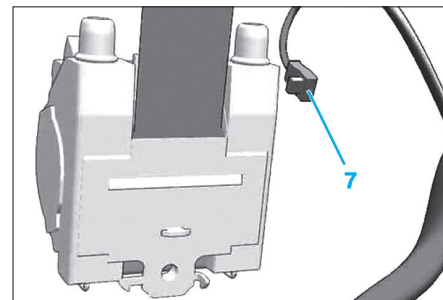

Fig. 23
- Déverrouiller puis débrancher le connecteur (7) (Fig.23) du prétensionneur.